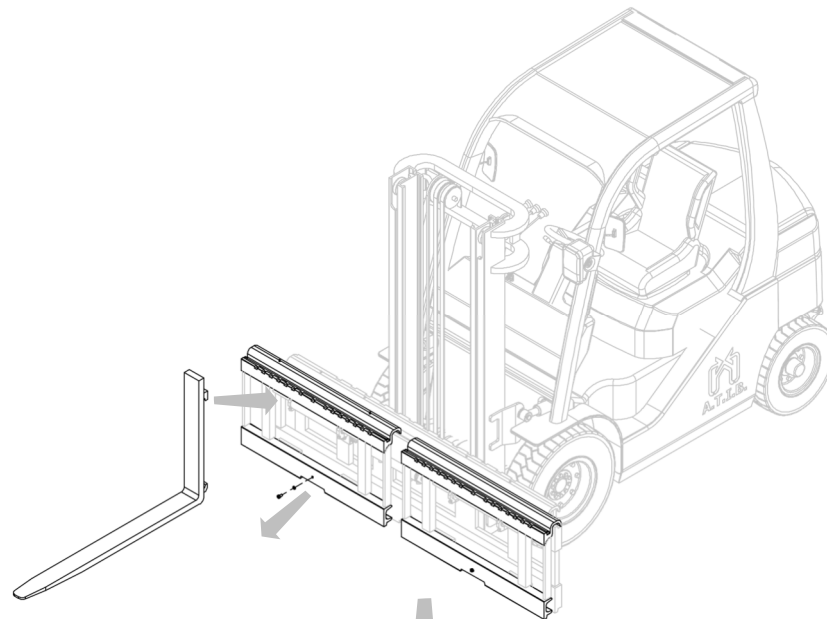
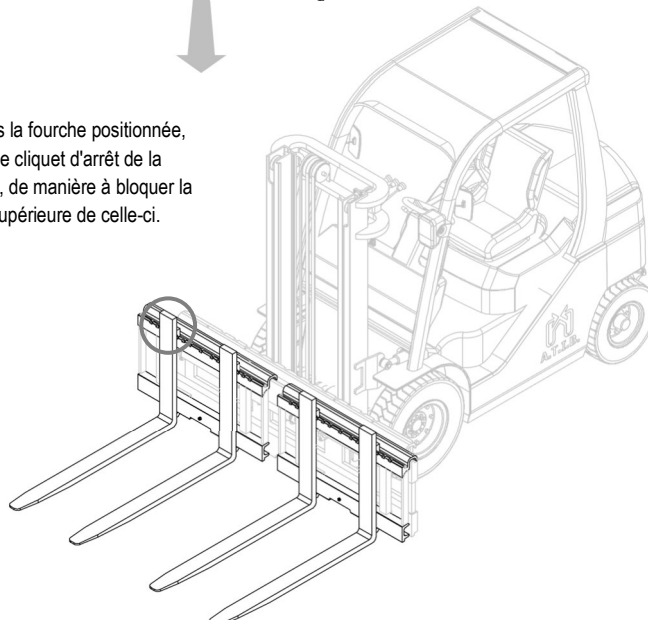

Figure 11
Figure 12
4. Prendre comme référence la *Figure 11* et la *Figure 12*.